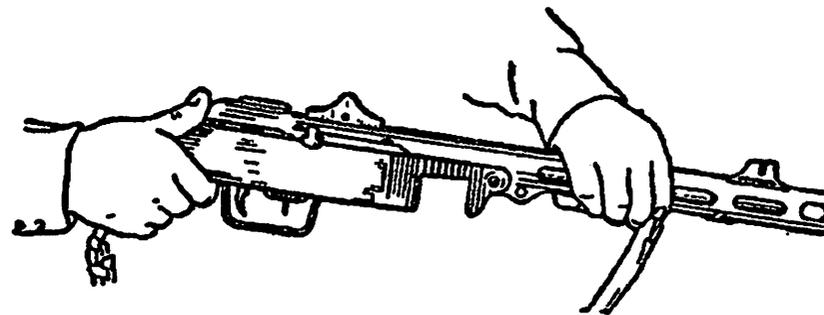
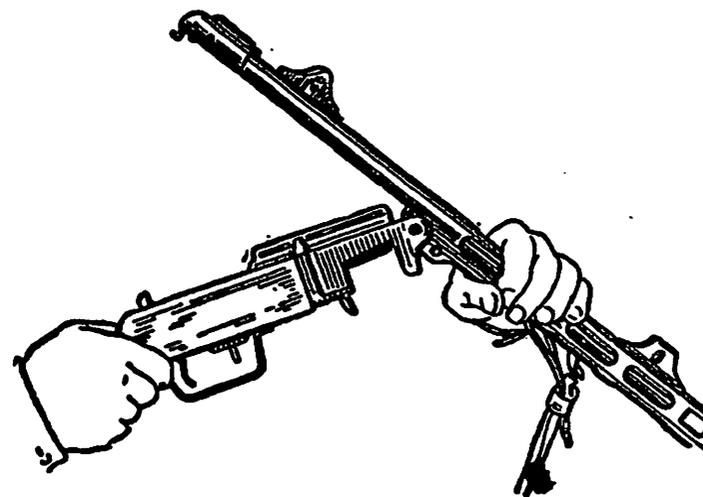

Рисунок 5
Рисунок 6
**Открыть затворную коробку.** Большим пальцем правой руки подать колпачок вперёд (рис. 5), а левой рукой нажать на переднюю часть кожуха (рис. 6) и, как бы ломая, опустить кожух вниз.